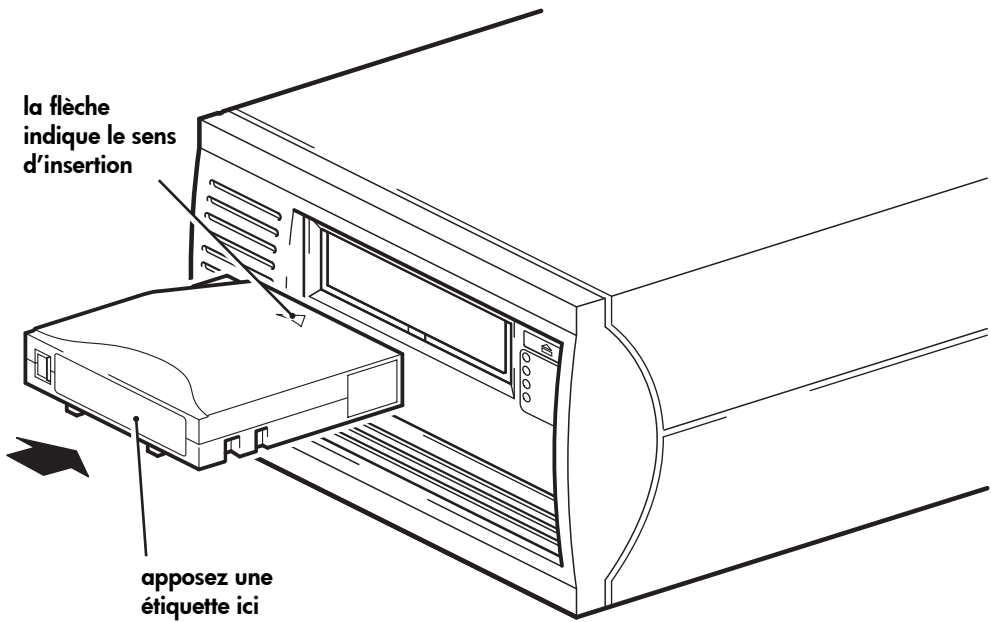

Figure 7a : chargement d'une cartouche
- 1 Insérez la cartouche dans le logement situé à l'avant du lecteur en veillant à ce que la flèche blanche soit dirigée vers le haut et face à l'ouverture du lecteur. Appuyez doucement sur la cartouche jusqu'à ce qu'elle soit happée et chargée par le lecteur (voir Figure 7a.)